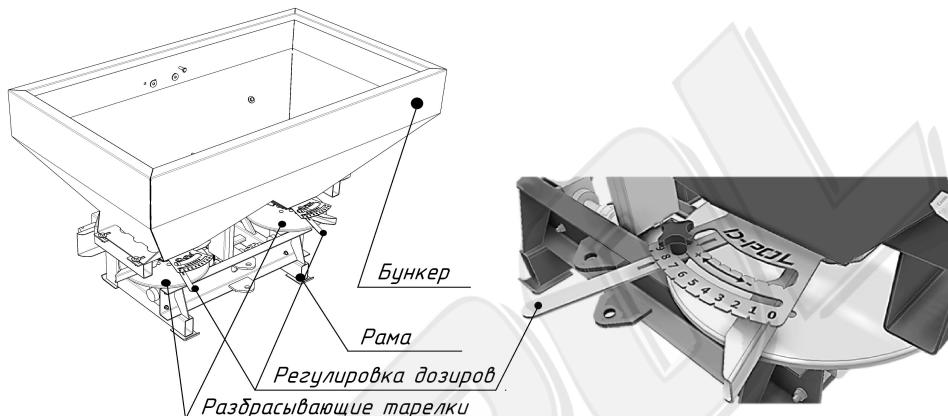

Рисунок 3.
**Настройка дозы высева** Механизм регулирования дозы высева (рис. 3) находится в задней части бункера для удобрений. Он состоит из двух поворотных задвижек, которые управляются вручную при помощи регулирующих ручек. Поворотные задвижки позволяют производить настройку нормы высева (в кг/га). Регулирующей ручкой открываются и закрываются дозирующие отверстия и блокируются в требуемой позиции. Позиция '0' означает полное закрытие дозирующих отверстий, а позиция '9' - максимальное открытие.